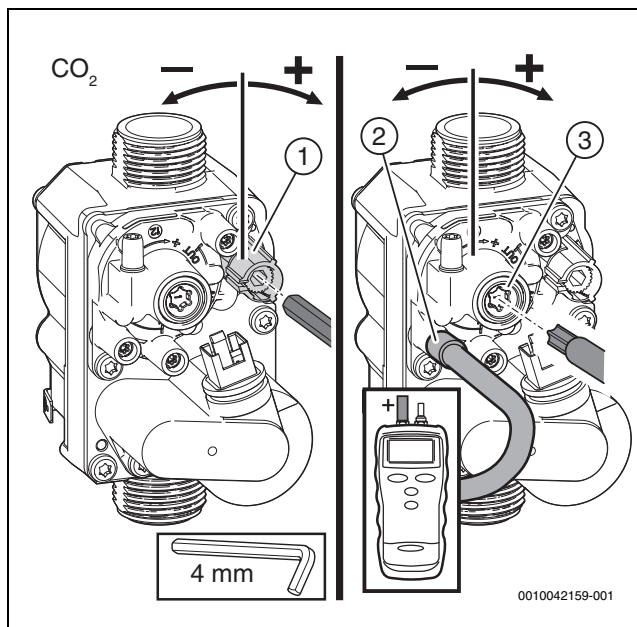

Bild 51 Einstellen der Gasarmatur
- ▶ CO₂- oder O₂-Gehalt für die maximale Nennwärmeleistung gemäß Tabelle 89 prüfen und ggf. nachstellen (→ Seite 42, Bild 51).